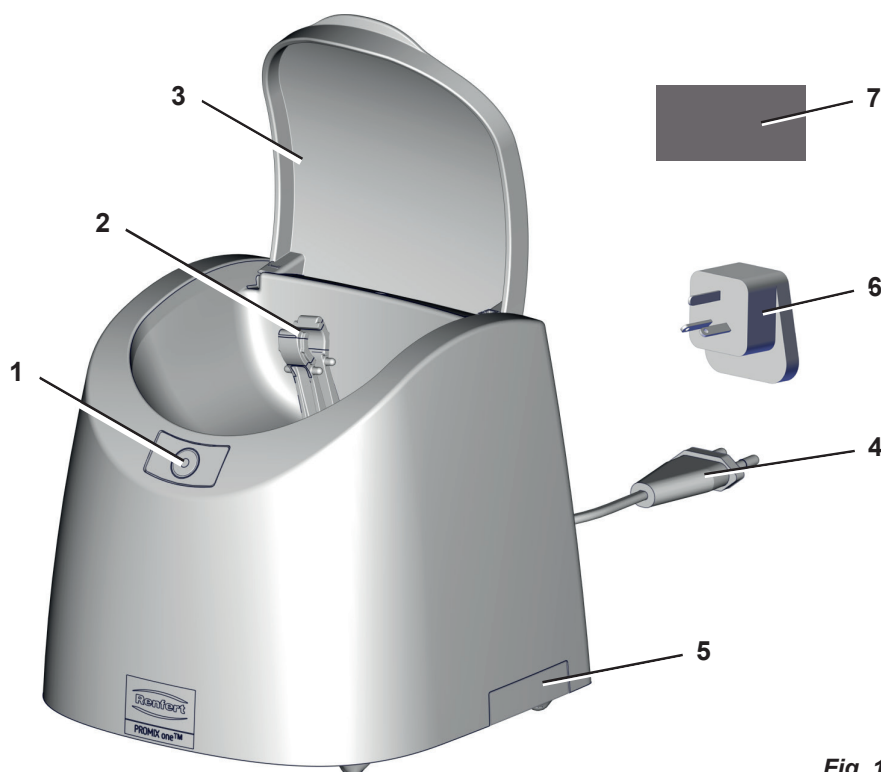

Fig. 1
- ⇒ Svolgere il cavo di alimentazione (4, Fig. 1) e inserire la spina di alimentazione nella presa elettrica dell'impianto dell'edificio.